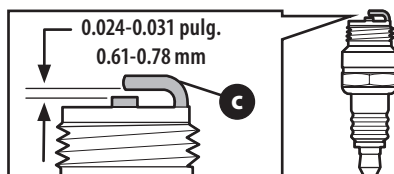

Figura 17
- Mida la separación de bujía con un calibrador. Corrija de ser necesario torciendo el electrodo lateral (c) (Figura 17). La separación debe establecerse en 0.024 - 0.031 pulgadas (0.61 - 0.78 mm).